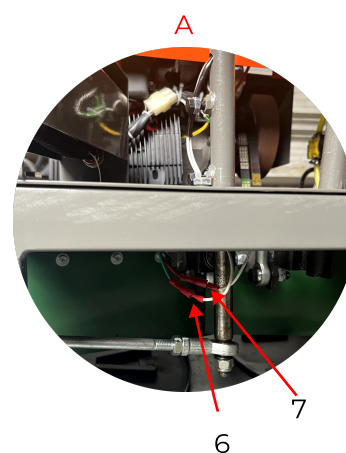

Рисунок 3
4. Подключите кнопку подачи воды на рычаге 4, для это под основанием, где находится рычаг подключите провода 6 и 7 (см. Рисунок 3).